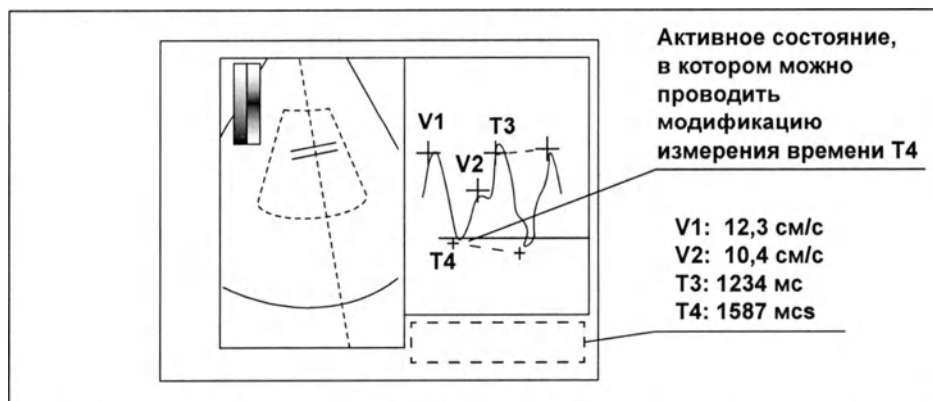

Рисунок 8.59
- 2 Каждое нажатие кнопки циклически переключает выбираемое измерение в следующем порядке V1 → V2 → T3 → T4 → V1. Метка «+» выбранного измерения становится маленькой меткой «+», указывая на активное состояние, в котором можно выполнять модификацию. При измерении времени уменьшается метка конечной точки. На рис. 8.59 показано активное измерение T4.